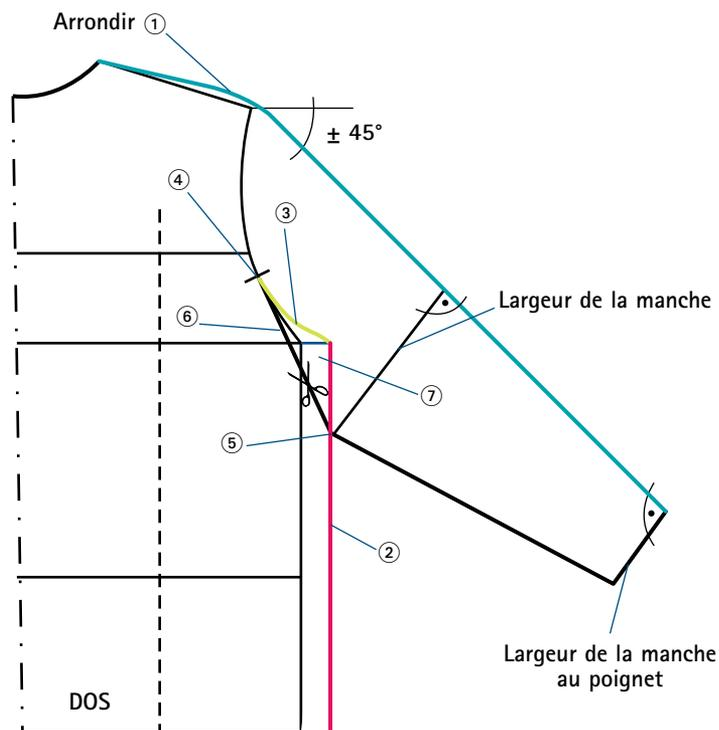

FIG. 1
- ① À partir de l'encolure, tracer la ligne du haut de la manche en suivant tout d'abord la ligne d'épaule, puis en faisant un angle d'environ 45° sur une longueur égale à la longueur de la manche; arrondir l'angle formé (fig. 1, en bleu).
- ② Ajouter l'ampleur convenant au type de vêtement souhaité (exemples d'élargissements les plus souvent appliqués sur un $1/4$ de patron : robe, 2 cm; veste ajustée, 2 à 3 cm; veste droite, 4 cm; manteau, 6 cm).
- ③ Retracer la courbe d'emmanchure (fig. 1, en vert).
- ④ Fixer la hauteur de la fente sur l'emmanchure de base en la plaçant en dessous de la ligne de carrure (sinon la couture d'assemblage du soufflet sera visible sous le bras).
- ⑤ Fixer le départ de la fente sur la ligne de côté : l'abaissement de l'emmanchure sur la ligne de côté dépend de la largeur de la manche reportée sur une perpendiculaire.
- ⑥ À partir du point ⑤, tracer la ligne de la fente jusqu'au point ④. Puis terminer la construction en traçant le bas de la manche après avoir fixé la largeur de la manche au poignet (fig. 1, en noir).